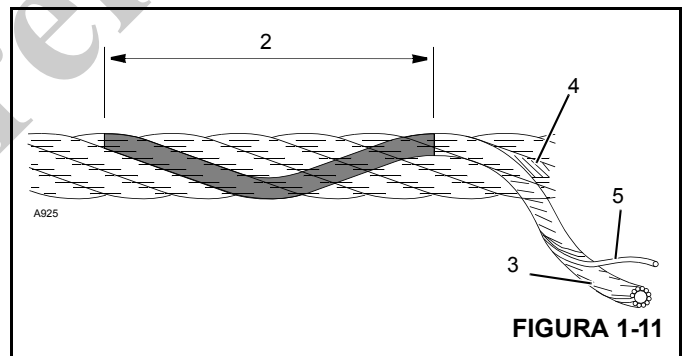

FIGURA 1-11
13. Al buscar alambres rotos (5) Figura 1-11, alivie el cable, muévelo hacia afuera de los “puntos de recogida” y dóblelo lo más que se pueda. Utilice un punzón afilado para separar los alambres y trenzas, levantando todos los alambres que parezcan estar sueltos o que se muevan excesivamente. Los defectos del cable hacen referencia a la “longitud de sesgo” (2), que es la distancia medida a lo largo del cable en donde una trenza (3) logra una revolución completa alrededor del núcleo (4).